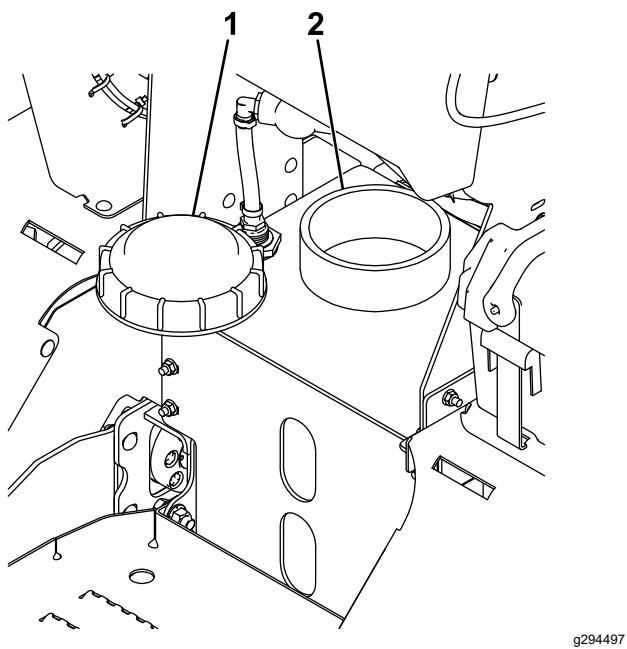

Figura 13
1. Limpie alrededor del tapón del depósito (Figura 13).